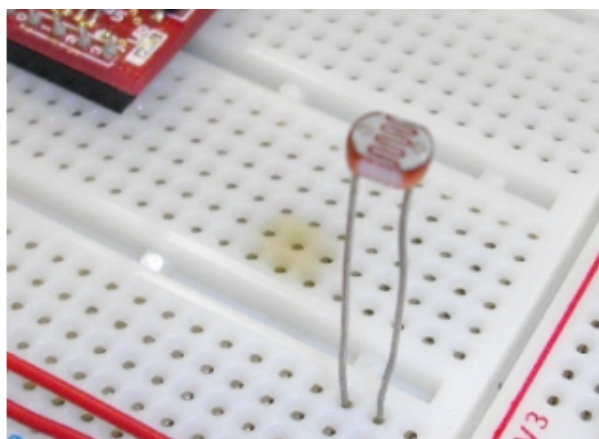

図 1: Cds セル
2.1 この電子部品 (Cds セル 5 φ, 図 1 ) を次のような点から調べなさい。